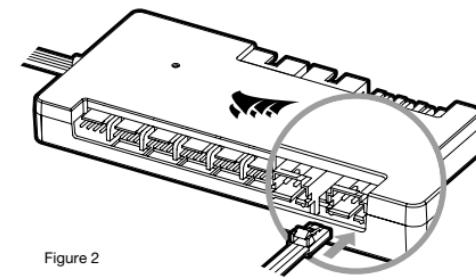

Figure 2
2. Вставьте разъем RGB в отверстие контроллера CORSAIR iCUE Commander PRO / CORE XT или Lighting Node PRO (Рис. 2).